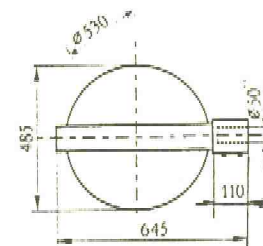

Рис.1
- 1.1. Светильники консольные РКУ24-125-001 У1 (рис.1) с разрядными лампами высокого давления предназначены для освещения улиц, дорог, площадей.